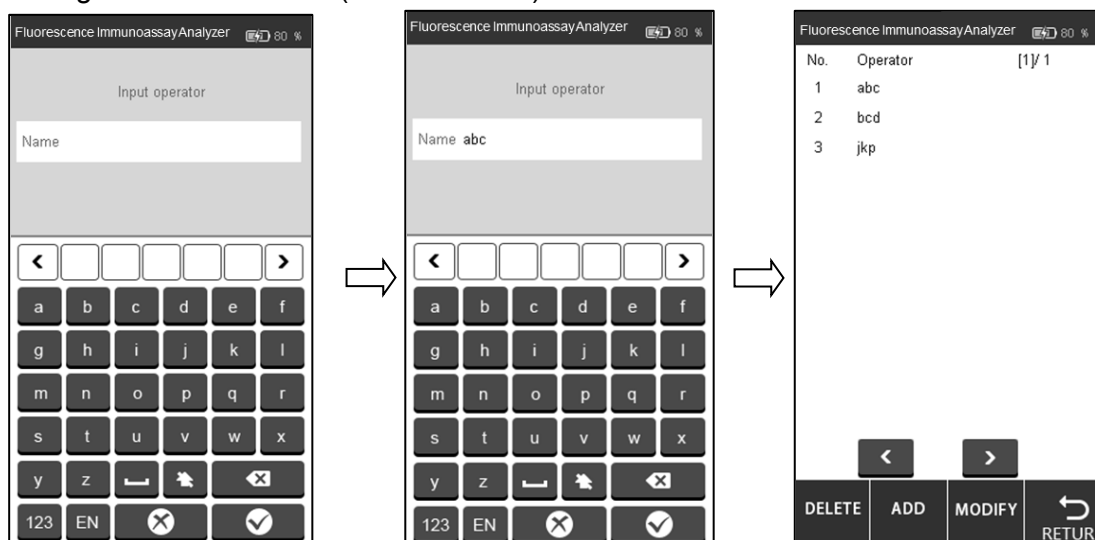

Abb. 18
Klicken Sie auf „**ADD**“, geben Sie den Namen des Bedieners ein und klicken Sie auf , um das Hinzufügen abzuschließen. (Siehe Abb. 18)
Klicken Sie auf den Bediener, der gelöscht oder geändert werden soll. Die Farbe ändert sich zu Blau. Klicken Sie auf „**DELETE**“, um den ausgewählten Bediener zu löschen. Klicken Sie auf „**MODIFY**“, um den Bildschirm wie in Abb. 18 dargestellt zu öffnen.
Schritt 5: Geben Sie die Patientendaten ein, wie Bediener, Patientenname, Alter und Geschlecht. Tippen Sie auf den Bereich neben „Operator“. Der Bildschirm wird wie in Abb. 31 dargestellt angezeigt. Wählen Sie den „Operator“ aus. Das Ausfüllen der Bedienerinformationen wird in Abb. 18 in Abschnitt 5.1.1 erläutert.